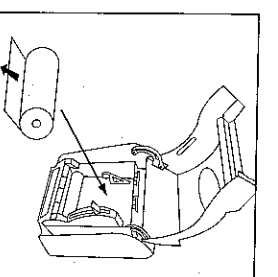

Fig. 4
3. Push a roll of product into the roll holders and release when the core becomes engaged. (Figure 4)
3. Insérer un rouleau d'essuie-mains sur les cylindres, puis relâcher une fois le rouleau enclenché (Figure 4).